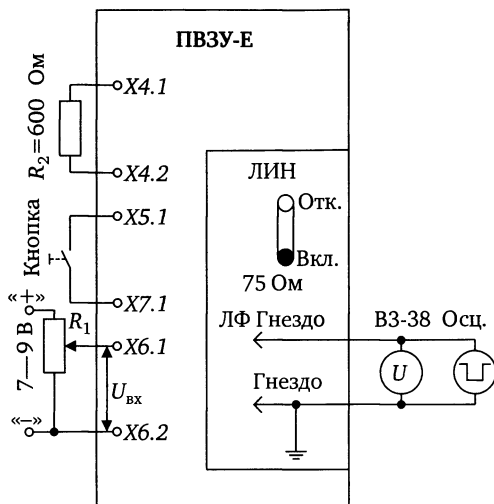

Рис. 3.8
**Снятие характеристики безынерционного пуска.** Для этого собрать схему проверки в соответствии с рис. 3.8. На клеммы  $X6.1$  и  $X6.2$  подать напряжение постоянного тока от 3 до 6 В и, регулируя его резистором  $R6$  в блоке БС, установить значение 4—4,5 В. Добиться пуска передатчика. Снять напряжение безынерционного пуска с клемм  $X6.1$  и  $X6.2$  и по осциллографу наблюдать задержку ВЧ-сигнала в течении 0,5—1 с.